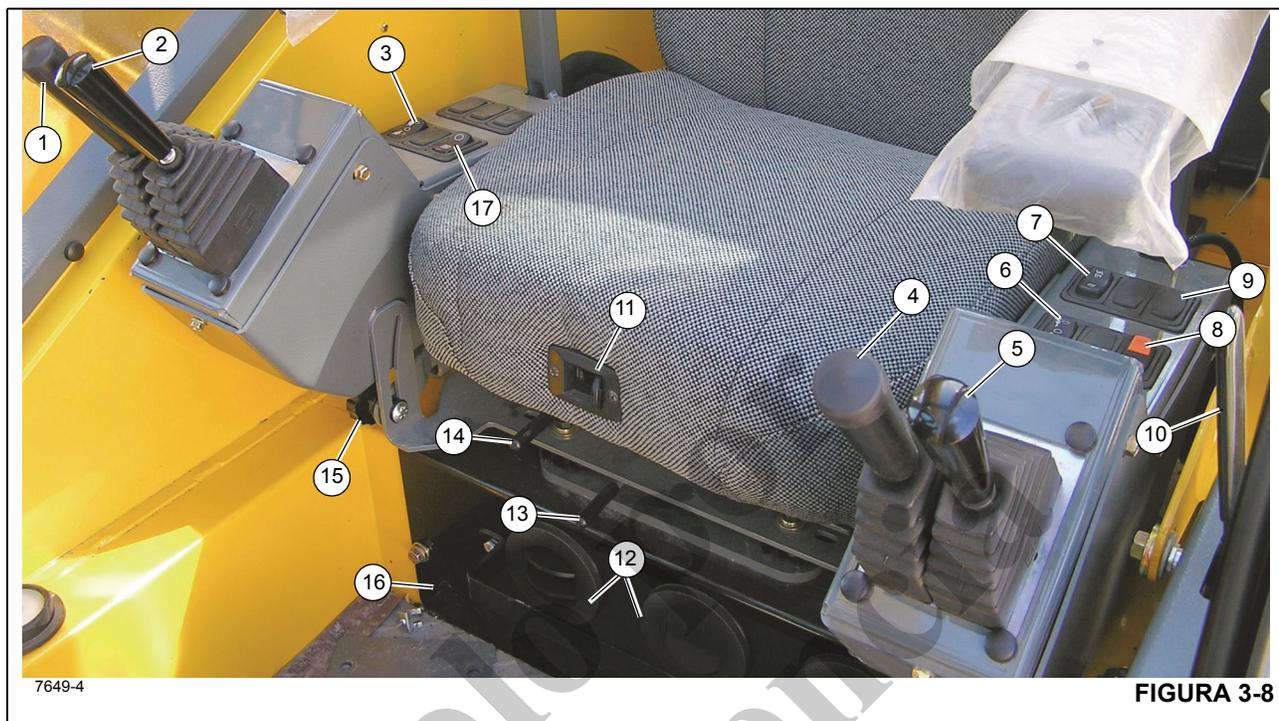

Figura 3-8 - Números de artículos
El indicador de diferencial del eje bloqueado (22) (Figura 3-6) se encuentra en la pantalla de medidores en la columna de dirección. Este indicador se ilumina en ámbar después de mover el interruptor de bloqueo del diferencial (10) (Figura 3-8) a la posición de BLOQUEO con los interruptores de bloqueo del diferencial del vehículo en cada eje cerrados. En la posición de BLOQUEO, no hay acción diferencial entre las ruedas.
La palanca de control del malacate principal (1) (Figura 3-8) se encuentra en el apoyabrazos derecho. Cuando la palanca de control se coloca hacia adelante, se baja el cable; cuando se coloca hacia atrás, se eleva el cable.
La palanca de control de elevación de la pluma (2) (Figura 3-8) se encuentra en el apoyabrazos derecho. Cuando la palanca de control se coloca hacia adelante, se baja la pluma; cuando se coloca hacia atrás, se eleva la pluma.
El interruptor selector de velocidad del malacate principal (3) (Figura 3-8) es un interruptor de contacto mantenido, de tres posiciones (ALTA/APAGADO/BAJA), que se encuentra en el apoyabrazos derecho. Si se coloca el interruptor en la posición ALTA, esto habilita las funciones del malacate y energiza el solenoide de alta velocidad del malacate principal, lo que tiene por resultado altas velocidades del cable. Si se coloca el interruptor en la posición central de APAGADO, esto evitará el funcionamiento del malacate. Si se coloca el interruptor en la posición BAJA, esto habilita las funciones del malacate principal y desenergiza el solenoide de alta velocidad del malacate principal, lo que tiene por resultado bajas velocidades del cable.
La palanca de control de telescopización o del malacate auxiliar (TELE o AUX) (4) (Figura 3-8) se encuentra en el apoyabrazos izquierdo. La palanca controla las funciones de telescopización cuando la grúa no está provista de malacate auxiliar. Empuje la palanca de control hacia adelante para extender la pluma, o tire de la palanca de control hacia atrás para retraerla.
La palanca de control de giro (5) (Figura 3-8) se encuentra en el apoyabrazos izquierdo y controla la función de giro. Cuando la palanca de control se coloca hacia adelante, se gira la plataforma de giro en sentido horario; cuando se coloca hacia atrás, se gira la plataforma de giro en sentido contrahorario. La grúa es capaz de proporcionar rotación continua de 360 grados en cualquier sentido.
El interruptor selector de velocidad del malacate auxiliar (6) (Figura 3-8) es un interruptor de contacto mantenido, de tres posiciones (ALTA/APAGADO/BAJA), que se encuentra en el apoyabrazos izquierdo. Si se coloca el interruptor en la posición ALTA, esto habilita las funciones del malacate auxiliar y energiza el solenoide de alta velocidad del malacate auxiliar, lo que tiene por resultado altas velocidades del cable. Si se coloca el interruptor en la posición central de APAGADO, esto evitará el funcionamiento del malacate. Si se coloca el interruptor en la posición BAJA, esto habilita las funciones del malacate auxiliar y desenergiza el solenoide de alta velocidad del malacate auxiliar, lo que tiene por resultado bajas velocidades del cable.
El interruptor de dirección trasera (7) (Figura 3-8) es un interruptor tipo basculante de tres posiciones, con retorno por resorte a la posición de apagado, y se encuentra en el apoyabrazos izquierdo. Presione la parte inferior del interruptor para accionar una válvula de control que gira las ruedas traseras hacia la izquierda, lo cual hace que la grúa vire hacia la derecha. Presione la parte superior del interruptor para accionar una válvula de control que gira las ruedas traseras hacia la derecha, lo cual hace que la grúa vire hacia la izquierda. Cuando las ruedas no están centradas, la luz del indicador de ruedas traseras no centradas en la columna de dirección se enciende. Cuando se suelta el interruptor, éste vuelve a la posición central de apagado.
El interruptor del freno de giro (8) (Figura 3-8) se encuentra en el apoyabrazos izquierdo. Este interruptor de dos posiciones (ON/OFF) sirve para regular una válvula hidráulica que envía un caudal de presión regulada hacia el freno de giro y desde el mismo. Al colocar el interruptor en la posición ON se aplica el freno de giro y al colocarlo en OFF se suelta el freno de giro. Cuando el interruptor está en la posición de encendido, la luz indicadora roja en la columna de dirección se ilumina. El interruptor tiene un bloqueo para evitar el accionamiento inesperado.
El control de bloqueo del diferencial (Axle Diff) (9) (Figura 3-8) se encuentra en el apoyabrazos izquierdo. Es un interruptor momentáneo de dos posiciones rotulado LOCK (bloquear) y UNLOCK (desbloquear). Con el control en la posición LOCK, las estrías del collar de cambios se engranan en las estrías de la caja del eje para unir el conjunto de diferencial y los semiejes y así eliminar el efecto diferencial entre las ruedas. En la posición UNLOCK existe un efecto diferencial entre las ruedas en todo momento. El indicador ámbar en la columna de dirección se ilumina cuando el interruptor en cada eje se activa.
Utilice la palanca del mecanismo de desbloqueo de la puerta de la cabina (10) (Figura 3-8) para abrir o cerrar la puerta de la cabina desde el interior de la cabina.
Para ajustar el respaldo del asiento, presione la perilla de ajuste (11) (Figura 3-8) y luego ajuste el asiento según sea necesario.
La unidad de control de climatización del acondicionador de aire/calefactor de la cabina de la grúa (16) (Figura 3-8) se encuentra en la cabina, debajo del asiento del conductor. Los registros (12) forman parte de la unidad de control de climatización y se pueden ajustar para dirigir el flujo de aire.
El movimiento de la palanca de deslizamiento del asiento (13) (Figura 3-8) sólo deslizará el asiento, hacia adelante o hacia atrás.
El movimiento de la palanca de deslizamiento del bastidor del asiento (14) (Figura 3-8) deslizará el asiento y el bastidor del asiento hacia adelante o hacia atrás.
El apoyabrazos y los controles del apoyabrazos se pueden ajustar por medio de la perilla de ajuste (15) (Figura 3-8). Afloje la perilla y gire todo el apoyabrazos a la posición deseada, vuelva a apretar la perilla una vez que se haya terminado de realizar el ajuste.
Los indicadores de rotación de malacate para el malacate principal y el malacate auxiliar se encuentran en la parte superior de cada palanca de control de malacate (1, 4) (Figura 3-8). Cada indicador se controla electrónicamente por medio de una señal de entrada recibida de un sensor instalado en el malacate correspondiente y una señal de salida de un módulo de control. Cada palanca de control de malacate (1, 4) vibra cuando su malacate está funcionando de manera que el pulgar del operador pueda sentirlo.
El interruptor de aumento hidráulico (17) (Figura 3-8) se encuentra en el apoyabrazos derecho. Este interruptor de dos posiciones se utiliza para controlar la válvula selectora de aumento de velocidad alta. Cuando se coloca el interruptor en la posición de encendido (ON), se energiza la válvula de solenoide. En este estado, la válvula de solenoide detiene el caudal de aceite de la sección N° 2 de la bomba N° 1 a la válvula de dirección trasera/estabilizadores. La válvula de retención de leva se abre para combinar este caudal de aceite con el caudal entregado por la sección N° 1 de la bomba N° 1.